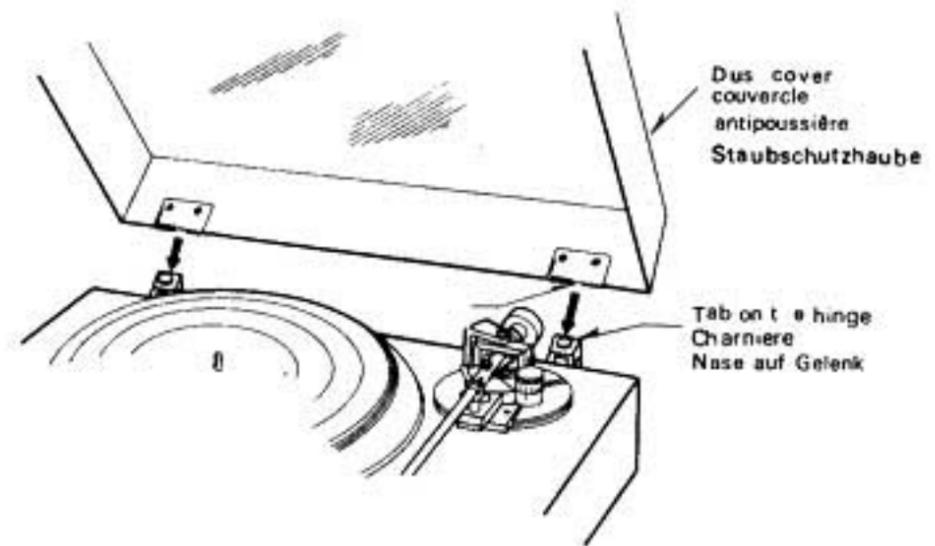

Fig. 12 Abb. 12
① Align the slots of the dust cover fittings with the tabs on the hinges, and slide them firmly in the arrow direction shown in Fig. 12. When removing the dust cover, open it all the way and then pull it off the hinges in the opposite direction of the arrow.
① Alignez les fentes des accessoires du couvercle antipoussière avec les clapets sur les charnières, et faites-les coulisser fermement dans le sens de la flèche indiqué sur la Fig. 12. Lorsque vous enlevez le couvercle antipoussière ouvrez-le complètement et retirez-le des charnières dans le sens contraire de la flèche.
① Schieben Sie die Anschlußstücke der an der Abdeckhaube befindlichen Scharniere in Pfeilrichtung in die entsprechenden Aussparungen an der Rückseite des Plattenspielers (siehe Abb. 12). Zum Entfernen der Abdeckhaube kippen Sie diese ganz zurück und ziehen die Anschlußstücke in Pfeilgegenrichtung wieder aus den Aussparungen heraus.